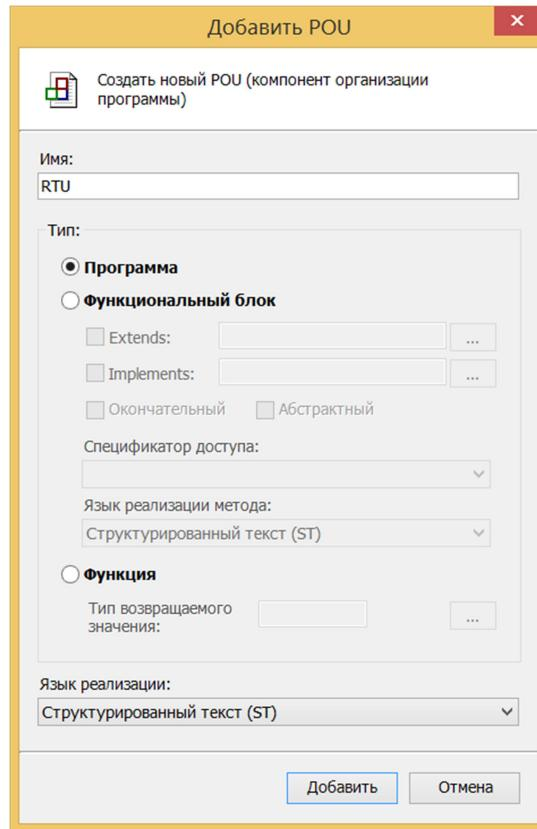

Рисунок 86 – Окно настроек добавления нового POU
В открывшемся окне «Добавить POU» выбираем тип «Программа», язык реализации «Структурированный текст (ST)» и даем имя RTU и жмем кнопку «Добавить» (рисунок 86)